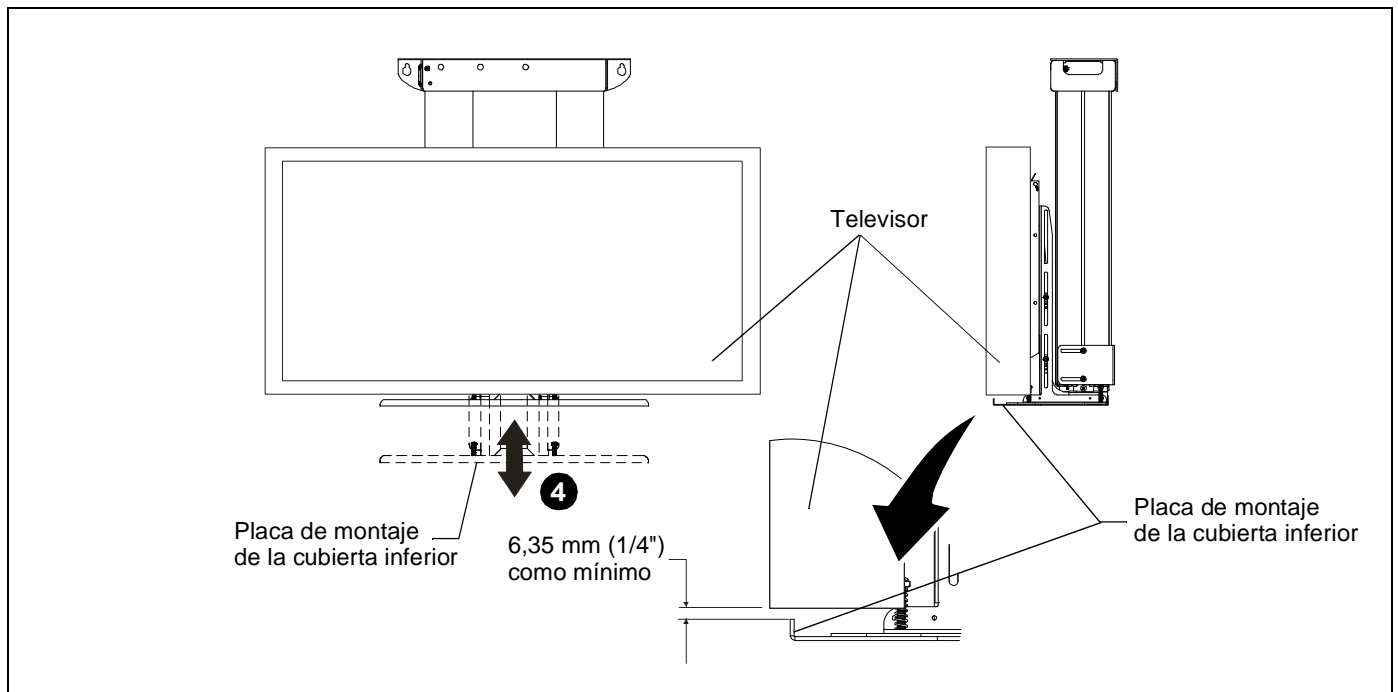

Figura 21
5. Deslice los soportes de ajuste de la cubierta inferior hacia arriba o hacia abajo hasta que el labio del soporte quede a 6,35 mm (0,25 pulgada) por debajo de la parte inferior del televisor. (Consulte la Figura 21).